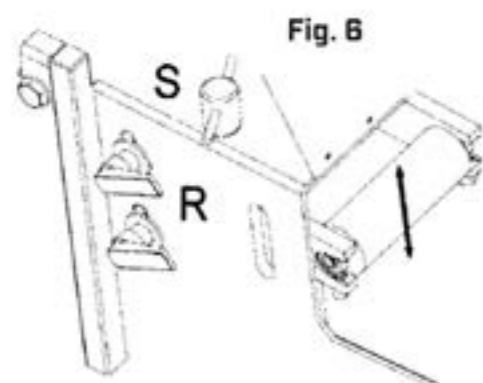

Fig 6. Justering av høyden på sliperullen.
1. Løsne begge spenningsspakene R (fig. 6)
2. Juster høyden på sliperullen med justeringsskruen S (fig. 6)